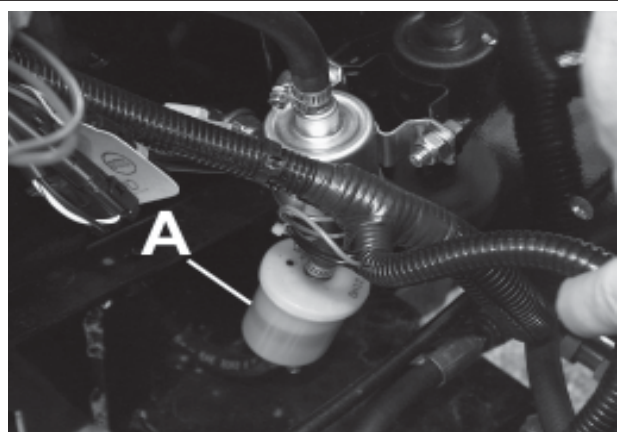

Abb. 12
Den in der Leitung enthaltenen Kraftstoff (A) austauschen (Abb. 12).